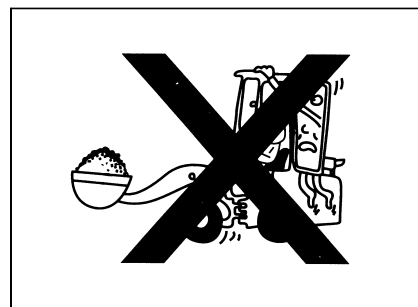

Рис. 1-38
- Не допускается движение с открытой дверью водительской кабины (за исключением двери со стопорным органом открытия)(рис. 1-38)